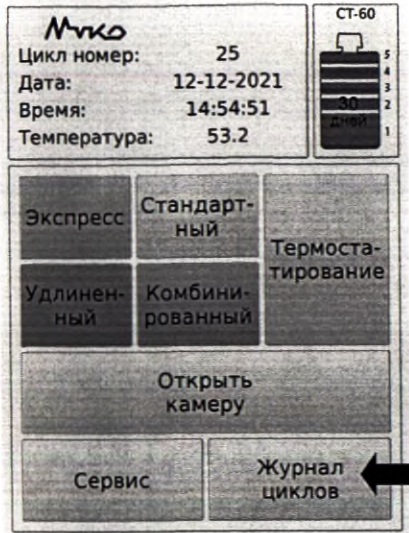

Рис.40
- в главном меню нажать клавишу «Журнал циклов» (Рис.40);